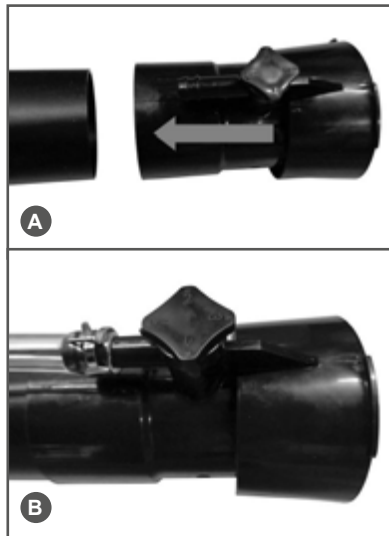

Рис. 7 Установка сопла и шланга напорного сопла
5. Установите сопло распылителя (Рис.7А).
6. Установите шланг напорного сопла и закрепите его хомутом на штуцере сопла (Рис. 7В).